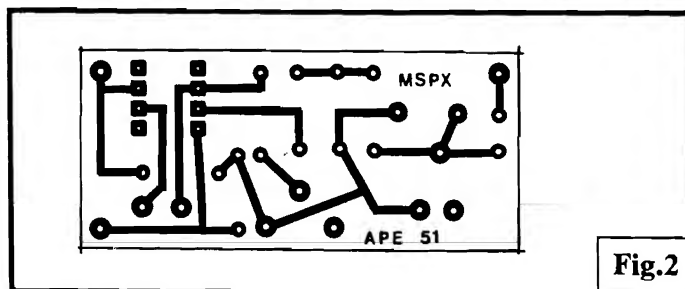

Fig.2
- **FIG. 2 - LAY OUT DO CIRCUITO IMPRESSO ESPECÍFICO** - O desenho das áreas cobreadas (ilhas e pistas) é simples, pouco "congestionado", de fácil reprodução usando-se quaisquer